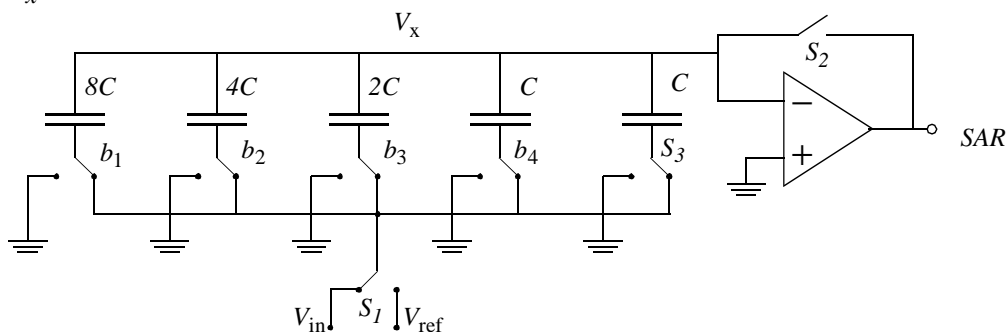

Figura 3: Convertidor A/D de aproximaciones sucesivas unipolar basado en redistribución de carga
3.8) Considere un convertidor A/D unipolar de 4 bits basado en redistribución de carga como se muestra en la Figura 3, y donde $V_{ref} = 8V$. Encuentre la secuencia de niveles de tensión en V_x si la señal de entrada es 3.333 voltios.
3.10) Encontrar un método para modificar el convertidor A/D de aproximaciones sucesivas mostrado en la Figura 3 para que realice el desplazamiento de $0.5V_{LSB}$ necesario para la conversión A/D correcta.